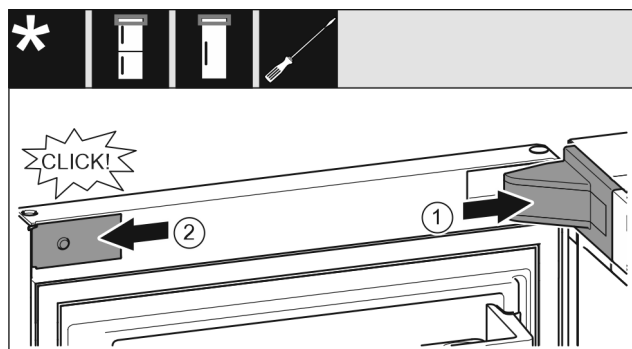

Fig. 22
- ▶ Coloque la cubierta del soporte del cojinete Fig. 22 (1) y encájela en su sitio, separándola con cuidado si es necesario.
- ▶ Coloque la tapa ciega Fig. 22 (2) lateralmente y encájela.